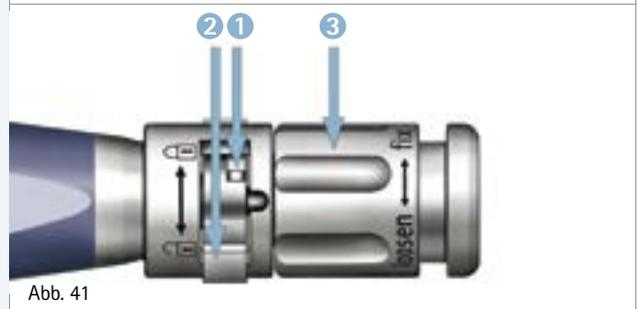

Abb. 41
- Verriegelungsschalter **2** in Richtung  drehen (Abb. 41).